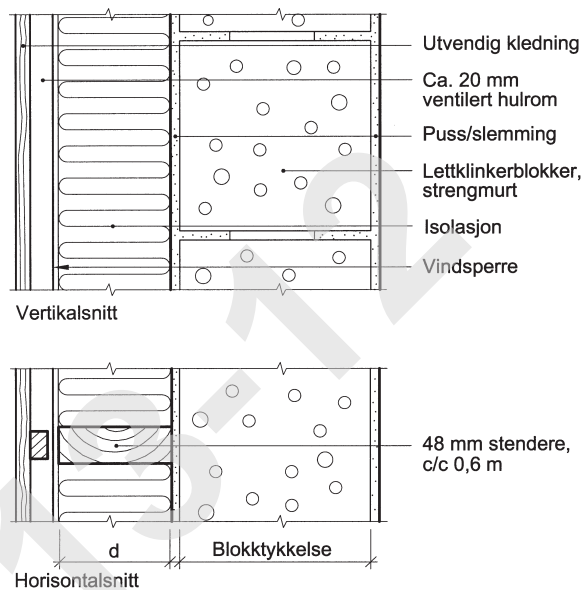

Fig. 441
- 441 Lettklinkerblokker med utvendig isolert utlekting. Beregnet U-verdi er vist i tabell 441. Verdiene gjelder oppbygning som vist i fig. 441.